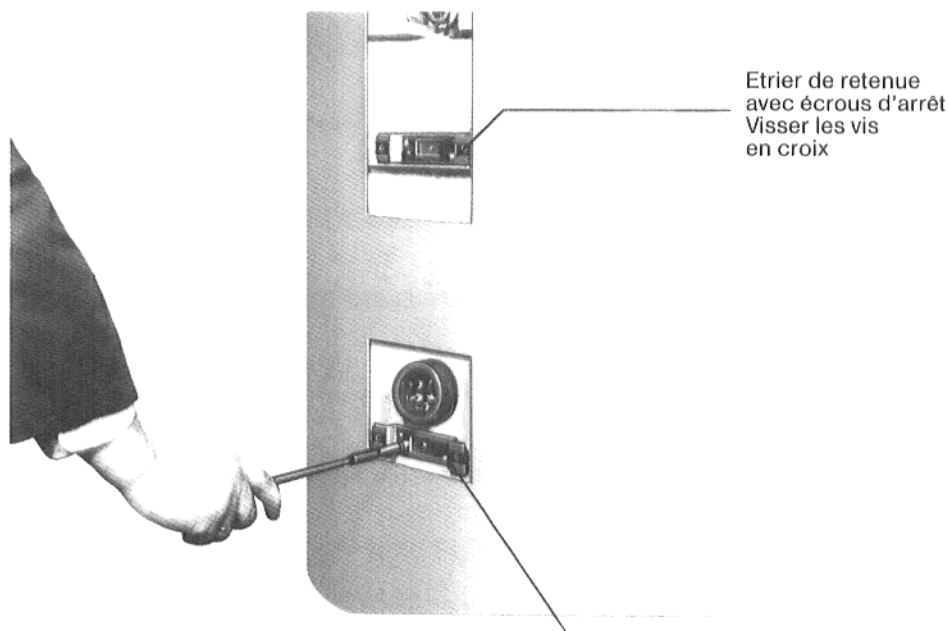

Fig. 5
1. Visser en croix au moyen des vis taraudeuses l'étrier de retenue sur l'étrier fixé au préparateur (Préparateur avec une capacité de 150 l – 300 l a été déjà installé à l'usine, Fig. 5 et 6).